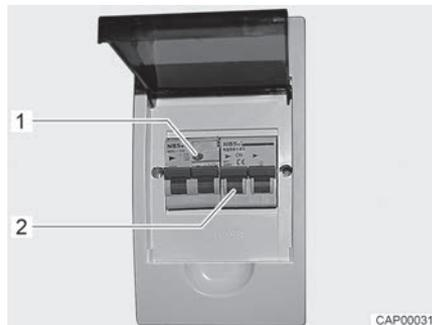

Fig. 92 Caja de fusibles de 230 V con interruptor de protección de línea e interruptor FI
Un interruptor de corriente de defecto (interruptor FI) en la caja de fusibles asegura el vehículo completo contra corriente de defecto (0,03 A). Un interruptor de protección de línea conectado en serie (10 A) (Fig. 92,2) asegura la red de a bordo de 230 V.
- Si el vehículo está conectado a la alimentación de 230 V, pulsar la tecla de prueba (Fig. 92,1). Se debe activar el interruptor de corriente de defecto.